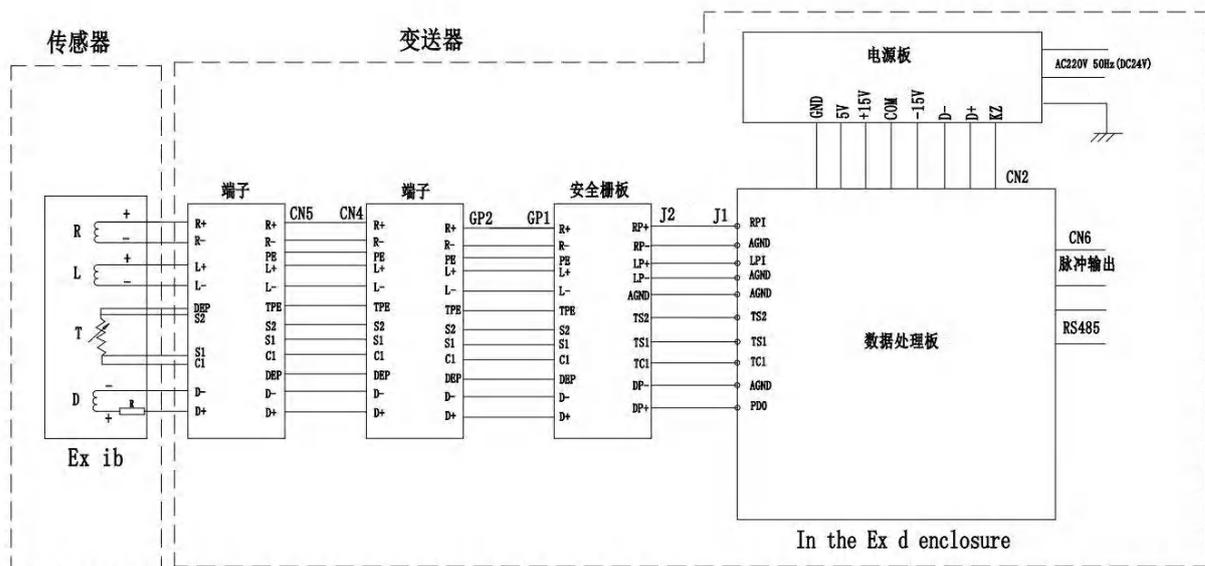

图 8-1 防爆系统图
- 本质量流量传感器适用于 II B 爆炸性气体环境，可安装在符合 Ex ib II BT1Gb ~ T6 Gb/Ex ib II CT1 ~ T6 Gb 防爆等级区域。CFT 型转换器是传感器的配接设备，可安装在符合 Ex d[ib] II BT4Gb 防爆等级区域。防爆系统如图 8-1 所示